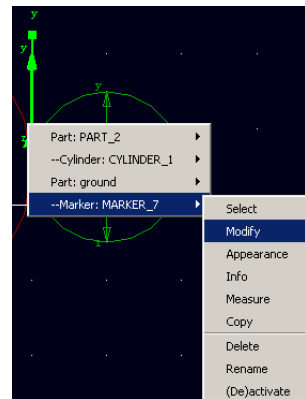
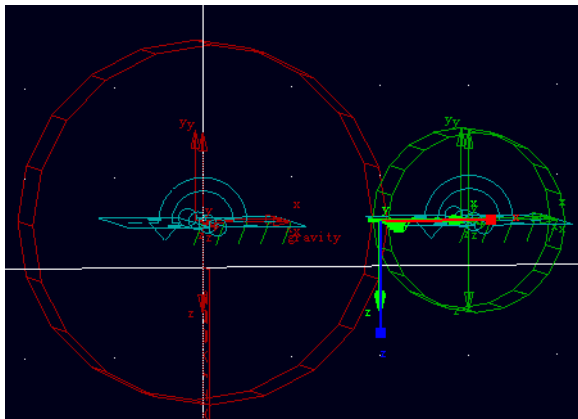
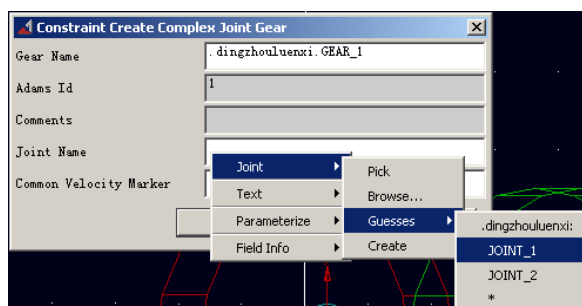
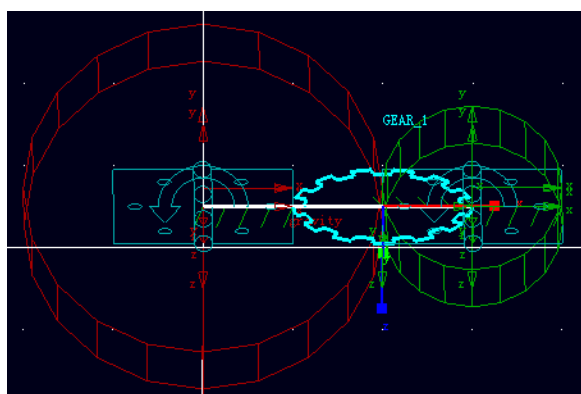

图 4-5 属性修改对话框
图 4-7 旋转后的啮合点
图 4-8 齿轮副的创建要素
图 4-9 定轴齿轮的齿轮副
4.4 下面将对上面做出的啮合点进行位置移动和方位旋转,使该啮合点位于两齿轮中心线上,并使啮合点的 Z 轴方向与齿轮旋转方向相同。在 ADAMS/View 窗口中,在两个齿轮啮合处点击鼠标右键,选择--Marker: MARKER\_14-->Modify, 如图 4-5 所示。在弹出的对话框中,将 Location 栏的值 100.0, 50.0, 0.0 改为 100.0, 25.0, 0.0(位置移动),将 Orientation 栏中的值 0.0, 0.0, 0.0 修改为 0, 90, 0(方位旋转)。如图 4-6 所示。点击对话框下面的 OK 键进行确定, 旋转后的啮合点 (MARKER\_14) 如图 4-7 所示。从图中可以看出, 啮合点的 Z 轴 (蓝色) Z 轴的方向与齿轮的啮合方向相同。
点击鼠标右键分别选择 **JOINT\_1**、**JOINT\_2**。如图 4-7 所示。在 **Common Velocity Marker** 栏中，点击鼠标右键选择啮合点 (**MARKER\_14**)。如图 4-8 所示，然后点击对话框下面的 **OK** 按钮，两个齿轮的齿轮副创建出来，如图 4-9 所示